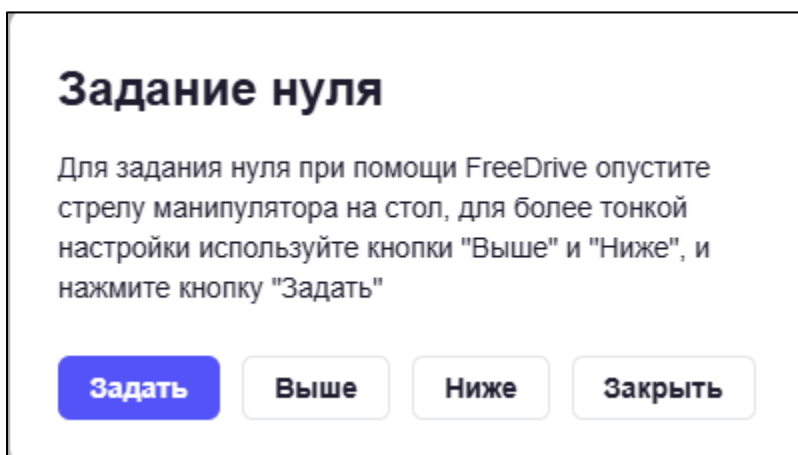

Рисунок 75 – Форма «Задание нуля»
1. Нажмите кнопку . Отобразится форма «Задание нуля» (Рисунок 75).
1. Нажмите кнопку . Отобразится форма управления «Задание нуля» (см. Рисунок 75).